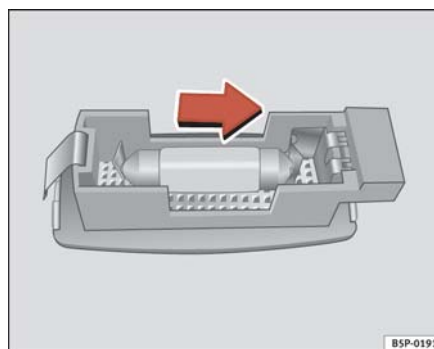

Fig. 184 Desmontaje luz del parasol
- Retire la tulipa con cuidado, utilizando el destornillador por su parte plana, tal como indica la figura. ⇒ fig. 184.
- Retire la lámpara, moviéndola en el sentido de la flecha y hacia afuera. ⇒ fig. 184 ◀